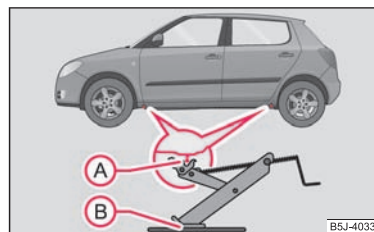

Fig. 155 Înlucuirea roții: Puncte pentru fixarea cricului
- Pentru ridicarea autovehiculului căutați punctul de fixare a cricului cel mai apropiat de roata defectă - în prag ⇒ fig. 155.
- Așezați cricul astfel încât gheara acestuia să cuprindă elementul vertical din prag (A), și suprafața de sprijin a cricului (B) să se afle complet pe sol.